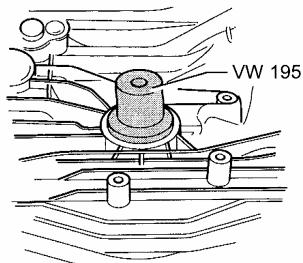

图 12-112 嵌入密封圈
- (1) 把用于右法兰轴的新密封圈 (5.5mm) 嵌入到壳体表面下方，注意此时不要歪斜，如图 12-112 所示。